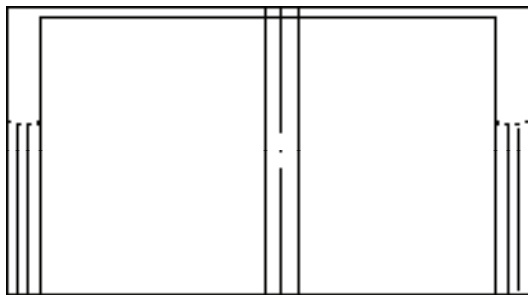

图 12-16 绘制墙体
3) 单击鼠标左键, 完成剖面墙体的绘制, 结果如图 12-16 所示。